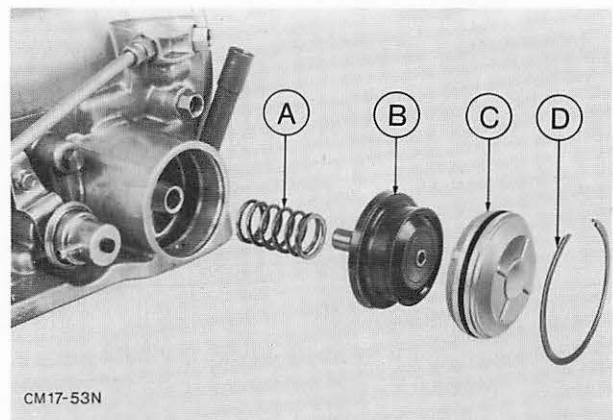

Abb. 91 Vorderer Servo
41. Servokolben in Öl tauchen und mit Deckel komplettieren. Spiralfeder und komplettierten Kolben mit Deckel in das Gehäuse einsetzen und sichern. Abb. 91.